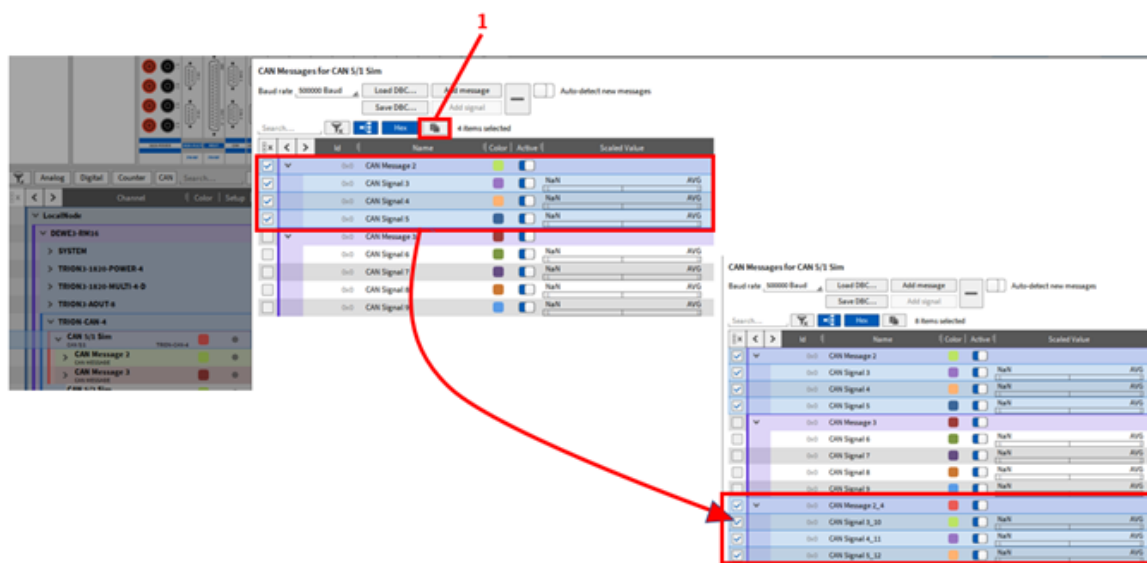

Fig. 4.54: CAN 信息和信号设置 (2)
- 通过按下按钮“1”（见 Fig. 4.54），标记的 CAN 报文和信号被复制并添加到包括设置在内的现有 CAN 报文和信号列表中。